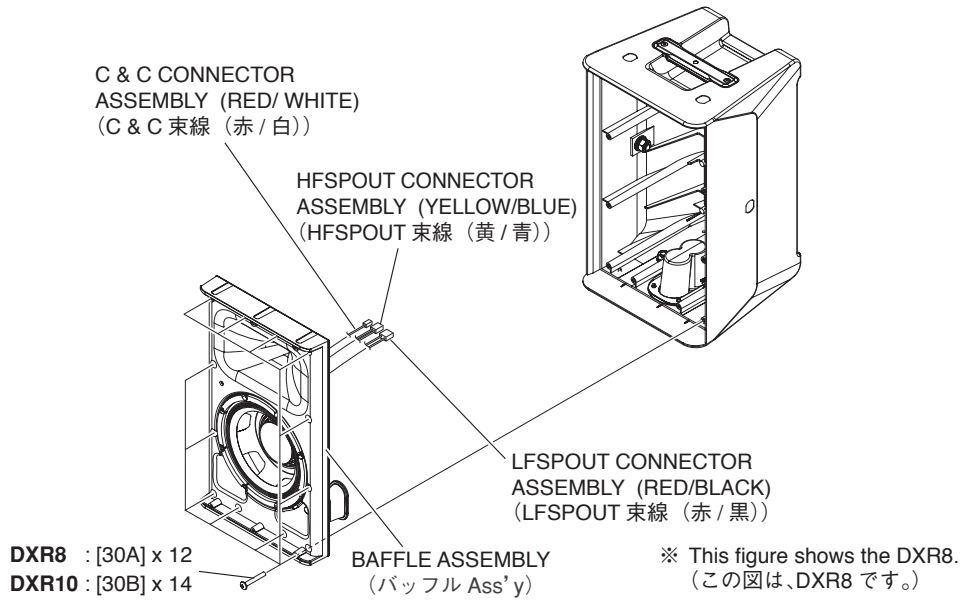
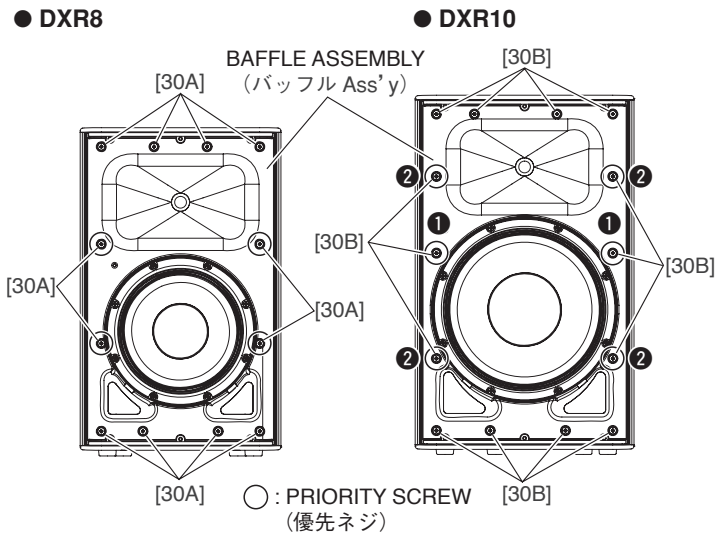

Fig. A-5 (図A-5)
Fig. A-6 (図A-6)
Remove the twelve (12) screws marked [30A]. The baffle assembly can then be removed. (Fig. A-5, Fig. A-6)
Remove the fourteen (14) screws marked [30B]. The baffle assembly can then be removed. (Fig. A-5, Fig. A-6)
When installing the baffle assembly, first tighten the four (4) priority screws as shown in Fig. A-6.
When installing the baffle assembly, first tighten the six (6) priority screws in order as shown in Fig. A-6.
A-3-3 Disconnect the connectors of the LFSPOUT connector assembly (red/black), HFSPOUT connector assembly (yellow/blue) and C&C connector assembly (red/white) from the amp assembly. (Fig. A-5, Photo A-1)
* **Take care not to open the baffle assembly too wide or these connector assemblies may be damaged.** (Fig. A-5, Photo A-1)
[30A] のネジ 12 本を外して、バッフル Ass'y を外します。(図 A-5、図 A-6)
[30B] のネジ 14 本を外して、バッフル Ass'y を外します。(図 A-5、図 A-6)
バッフル Ass'y を取り付けるときは、図に示す優先ネジ 4 本を先に締めてください。(図 A-6)
バッフル Ass'y を取り付けるときは、優先ネジ 6 本を図に示す順番で先に締めてください。(図 A-6)
A-3-3 アンプ Ass'y から LFSPOUT 束線 (赤/黒)、HFSPOUT 束線 (黄/青)、C&C 束線 (赤/白) のコネクタを外します。(図 A-5、写真 A-1)
※ バッフル Ass'y を開きすぎて、これらの束線を傷めないように注意してください。(図 A-5、写真 A-1)